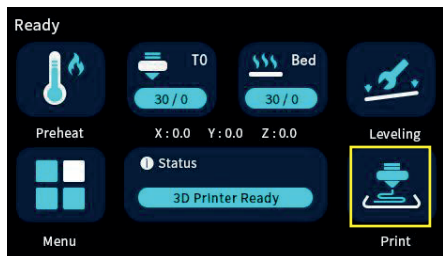

Figura 1
4. Fare clic sull'icona stampa [Print](Figura 1), sul pannello di controllo.